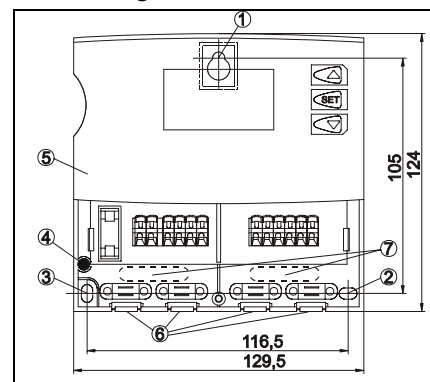

Fig. 1: Schema di installazione
La parte interna del coperchio (fig. 1, pos. 5) della centralina serve a protezione dell'elettronica e non deve essere rimossa durante l'installazione.
Per fissare la centralina deve essere dapprima fissata la vite 1 alla parete. A questa vite viene agganciata la centralina utilizzando il foro apposito (Fig.1 Pos.1). La centralina stessa può servire da maschera per segnare i punti dove devono essere praticati gli altri due fori (fig. 1 – pos. 2 e 3)
La pompa non è collegata, interrotta, oppure è bruciato il fusibile di protezione nella centralina (nella scatola è previsto un fusibile di ricambio, vedi fig. 1, pos. 4)
I cavi possono essere fatti passare attraverso la parte bassa (fig. 1 – pos. 6) o attraverso il pannello posteriore (fig. 1 - pos. 7) della scatola, in funzione del tipo di installazione.
Se la centralina deve essere collegata attraverso la parte posteriore della scatola (fig.1, pos.7), possono essere usate per l'entrata dei cavi le asole semi forate sul fondo della scatola.